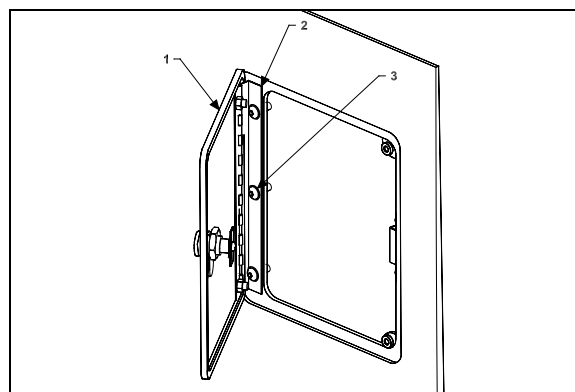

FIGURE 70 : PORTE DU RÉSERVOIR DE CARBURANT
1. Ouvrir la porte du réservoir de carburant (1, Figure 70).
2. Desserrer les vis (3, Figure 70) qui fixent le panneau à la charnière (2, Figure 70).